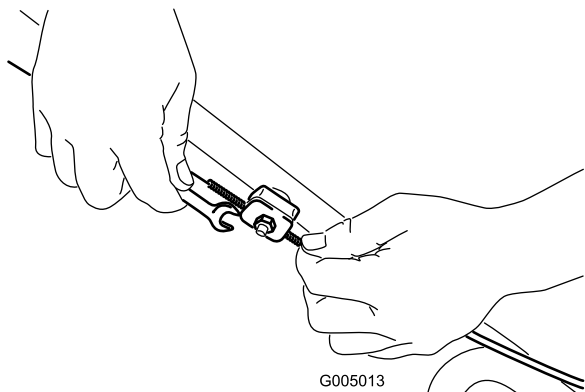

Figure 23
1. Desserrez l'écrou du support de guidage du câble (Figure 23).